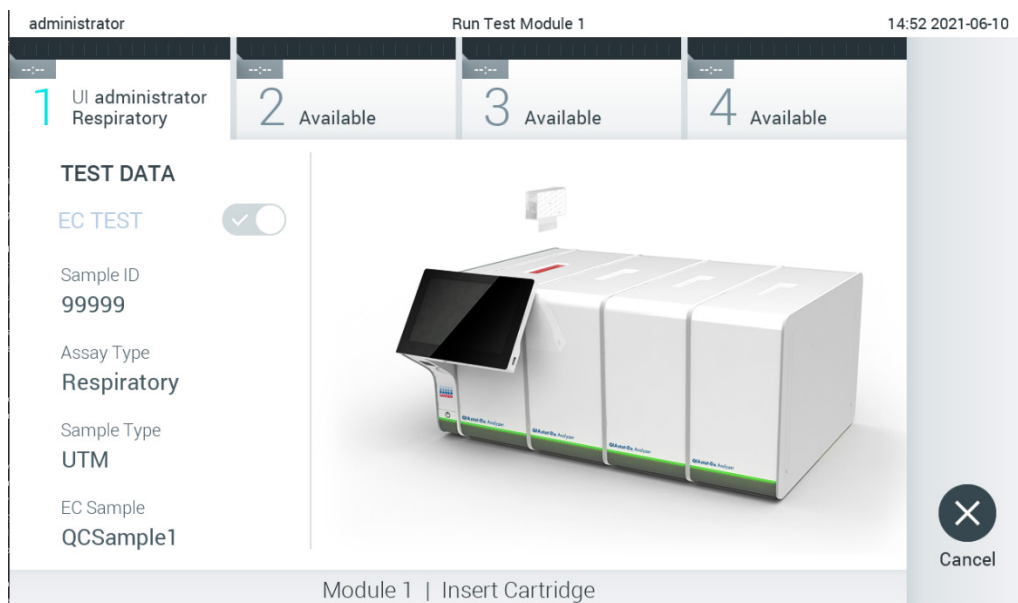

図 94. QIAstat-Dx アッセイカートリッジを QIAstat-Dx Analyzer 1.0 に挿入。
9. QIAstat-Dx アッセイカートリッジのスワブポートとメインポートのサンプル蓋がしっかり閉じていることを確認します。QIAstat-Dx Analyzer 1.0 の上部のカートリッジエントランスポートが自動的に開いたら、バーコードを左に、反応チャンバーを下に向けて QIAstat-Dx アッセイカートリッジを挿入します（図 94）。